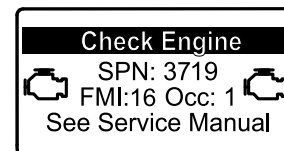

Figura 24
- Se for necessária uma regeneração em estacionamento, o InfoCenter mostra o aviso do motor SPN 3719, FMI 16 (Figura 24) e o computador do motor reduz a potência do motor para 85%.